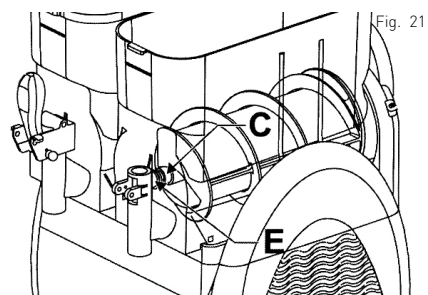

Fig. 21
- După aceasta, puneți vasul la loc, ridicați ușor capul melcului ca să se alinieze cu poziția (E) a vasului (vezi Fig. 21).